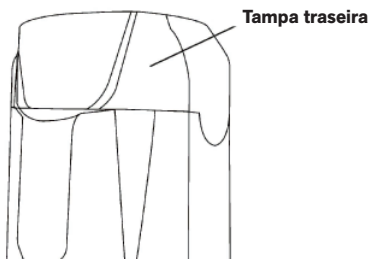

Figura 5
1. Remova os parafusos da tampa traseira e retire-a. (FIGURA 5)